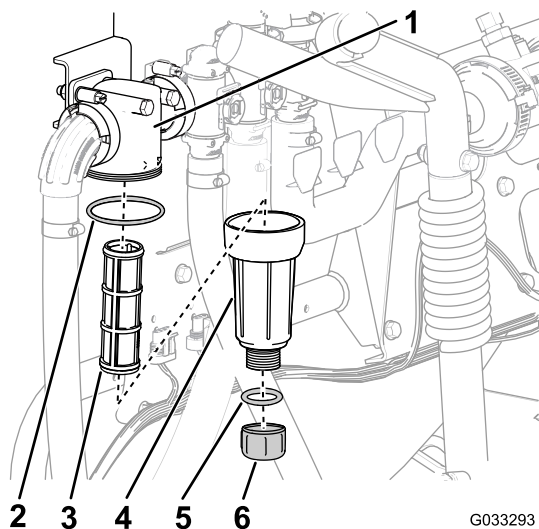

图 60
2. 在压力式滤清器下放置一个排放盘 图 60。
3. 逆时针旋转排油塞然后将其从压力式滤清器的油碗中取出 图 60。
4. 逆时针旋转油碗然后将其从滤清器头中拿出 图 60。
5. 拆下旧压力式滤清器的滤芯 图 60。
6. 检查排油塞的 O 形圈在油碗内侧和油碗的 O 形圈在滤清器头内侧是否有磨损和损坏 图 60。
7. 将新的压力式滤清器滤芯安装到滤清器头中 图 60。
8. 将油碗安装到滤头上并用手紧固 图 60。
9. 将排油塞安装到油碗上并用手紧固 图 60。